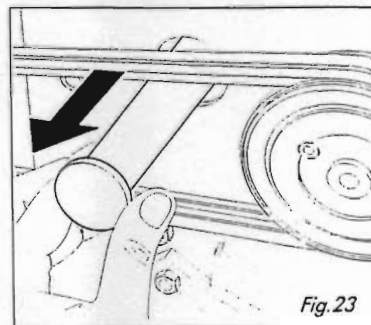

Fig. 23
- Déboîter la tige et bien noter la position des entretoises de séparation des concasseurs (fig. 23).